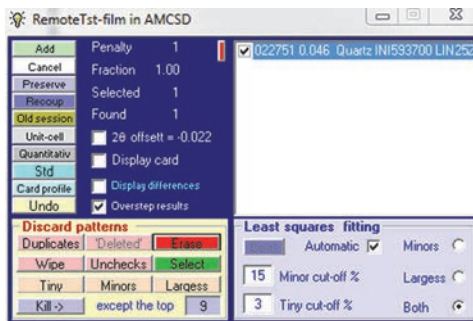

Figura C-9 Cuadro de diálogo que muestra la fase seleccionada
11. Pulse el botón **Unchecks** (Deselecciones) para eliminar todas las fases no seleccionadas (no deseadas) [ver Figura C-9 en la página 103].